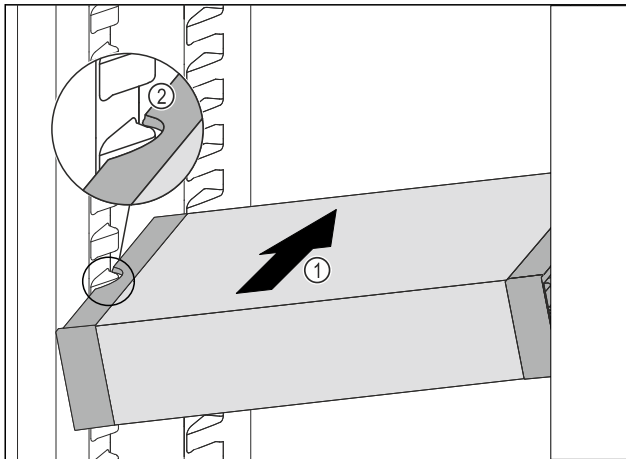

Fig. 98
- VarioSafe schuin in het koelgedeelte schuiven Fig. 98 (1), tot de uitsparingen aan de zijkant Fig. 98 (2) van de VarioSafe op de hoogte van de rib in het koelgedeelte zitten.